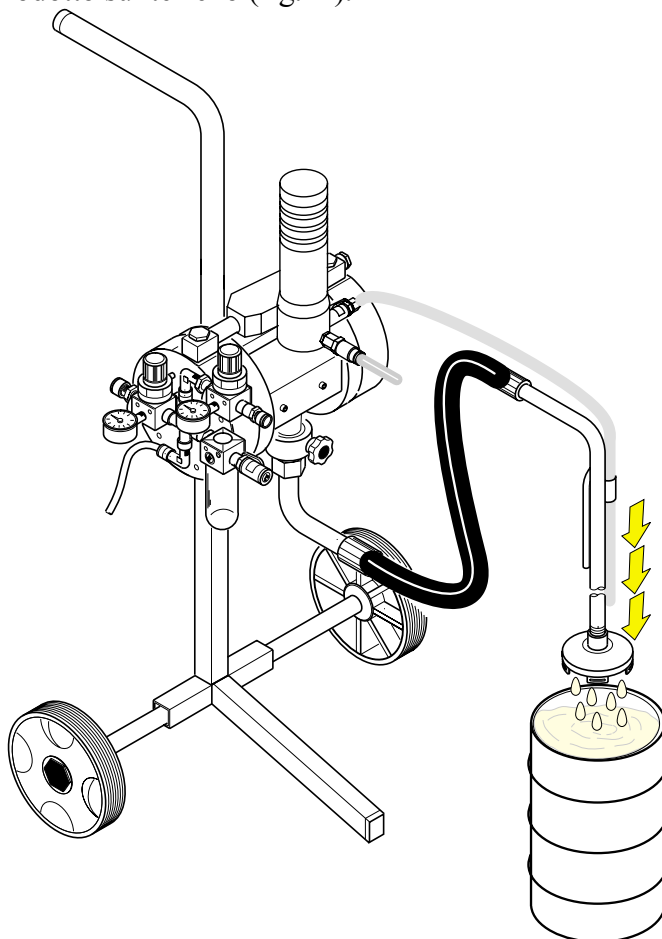

Fig.42
- 1) Sollevare dal contenitore il tubo di aspirazione ed il tubo di ricircolo, facendo attenzione a non far cadere il prodotto sul terreno (fig.42).